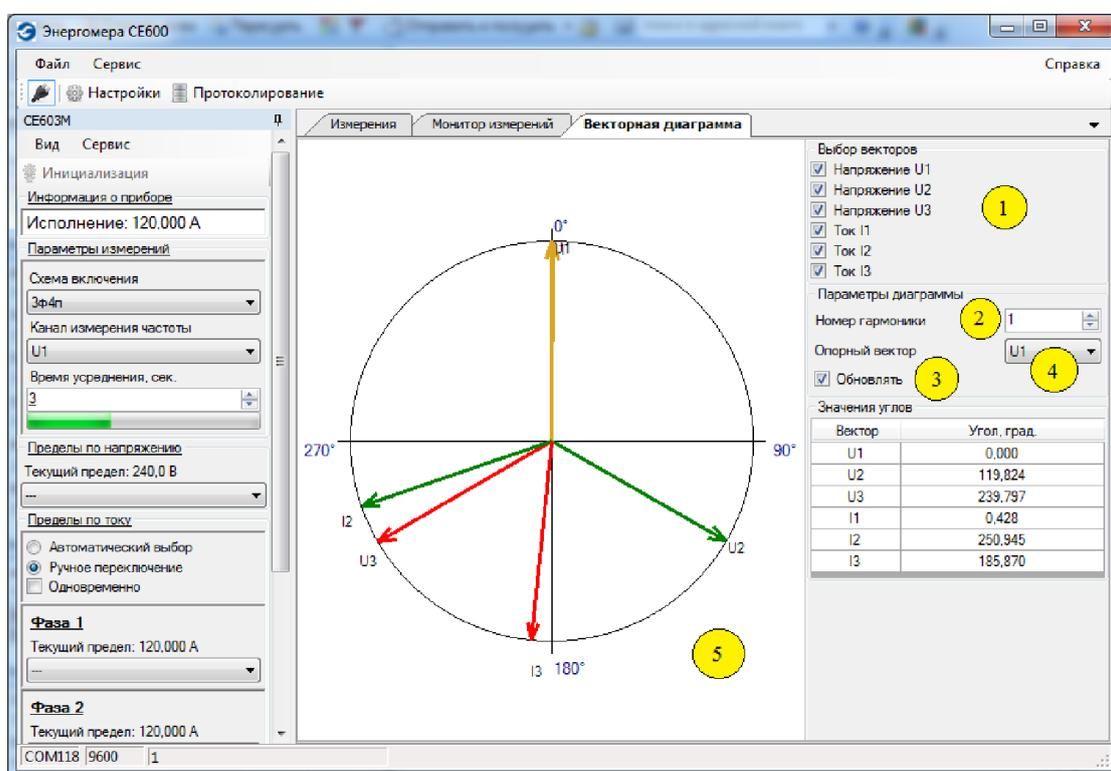

Рисунок 5.16 – Вкладка «Векторная диаграмма»
- в виде векторной диаграммы и панели результатов измерений, с возможностью выбора из общего списка параметров для просмотра (рисунок 5.16);
Наглядное представление о векторах гармоник можно получить из векторной диаграммы, выбрав соответствующую вкладку (рисунок 5.16).